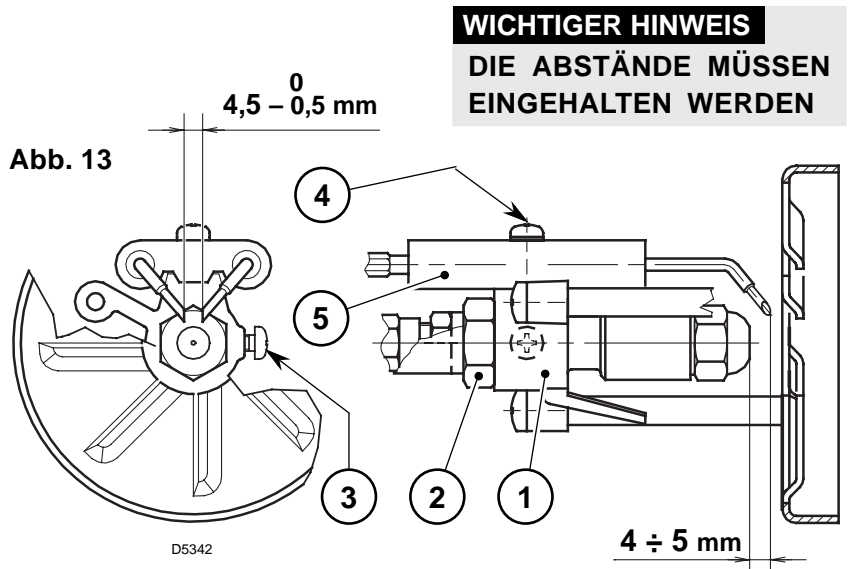

Abb. 13
- Den Brenner an dem Flansch (1) hängen, das Brennerrohr (2) wegnehmen, nachdem man vorher die Schrauben (3) gelockert hat.
- Die Zündkabel (4) von den Elektroden abziehen, den Stauscheibenhalter (5) vom Düsenstock herausnehmen, nachdem die Befestigungsschraube (3, Abb. 13, Seite 7) gelockert wurde.
- Die Düse (6) richtig anschrauben, wie in der Abbildung dargestellt.
- Den Düsenstock (1) herausnehmen, nachdem vorher die Schrauben (2) gelockert, die Mutter (3) gelöst, die Zündkabel (4) vom Steuergerät und der Photowiderstand (5) abgenommen wurden.
- Die Zündkabel (4) von den Elektroden abnehmen, den Stauscheibenhalter (8) vom Düsenstock (1) herausnehmen, nachdem die Schraube (3, Abb. 13) gelockert wurde.
- Die Düse (9) richtig anschrauben, wie abgebildet.
## 4.4 ELEKTRODENEINSTELLUNG (siehe Abb. 13)
- Öldüse austauschen (siehe Abb. 12, Seite 7) und die korrekte Stellung der Elektroden überprüfen (Abb. 13, Seite 7).